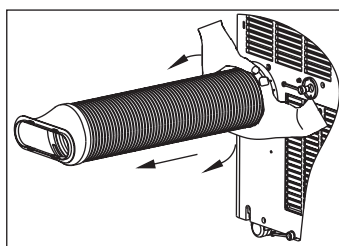

Fig. 30
- Desenrosque la manguera de drenaje y tire de ella (Fig. 30), guárdela en un lugar seguro o colóquela detrás de la rejilla de entrada de aire, y cubra el orificio (mural) de la ventana en el tapón del adaptador.